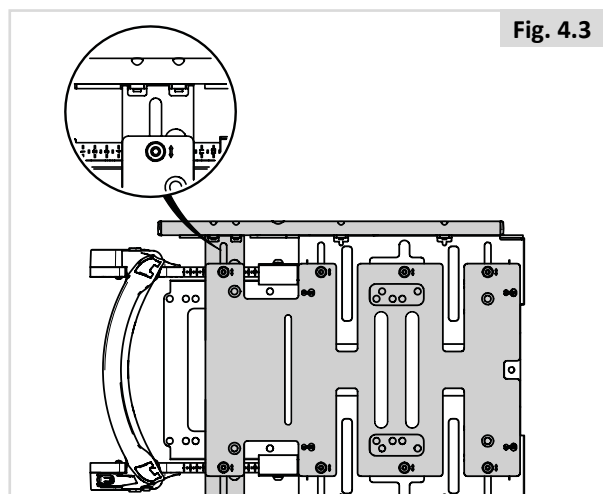

Fig. 4.3
- Monter en ekstra setedybdeplate fra SD 530 mm for å oppnå mer stabilitet for den lange seteskinnen (Fig. 4.3).